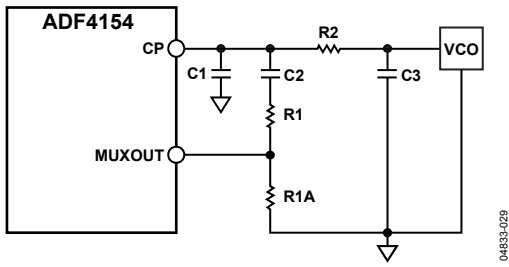

図22.回路 1—高速ロック・ループ・フィルタ回路
- 回路 1: 制動抵抗(R1)を比 1:3 となる 2 つの値(R1 と R1A)に分割(図 22 参照)。